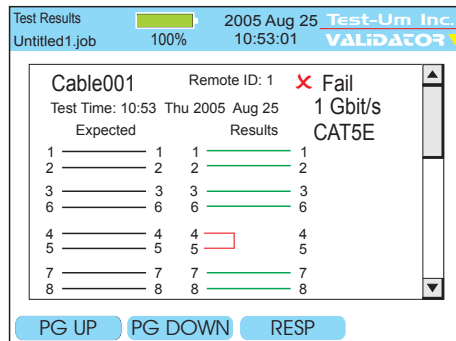

Abbildung 4.3 Testergebnisse für Kurzschluss auf Paar 4 und 5
**Kurzschluss:** Verbindung mit geringem Widerstand zwischen Adernpaaren oder Abschirmung. Die betroffenen Adernpaare und der Abstand zum Kurzschluss in Metern werden in der Verdrahtungsanzeige rot dargestellt. (Siehe Abbildung 4.3 und 4.4)